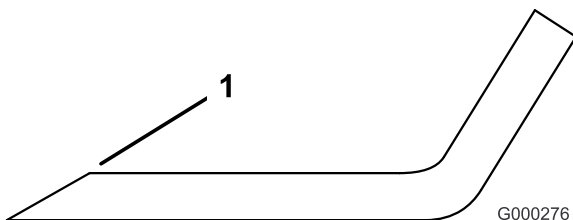

Bild 79
1. Schärfen Sie die Schnittkante an beiden Enden des Schnittmessers mit einer Feile (Bild 79).